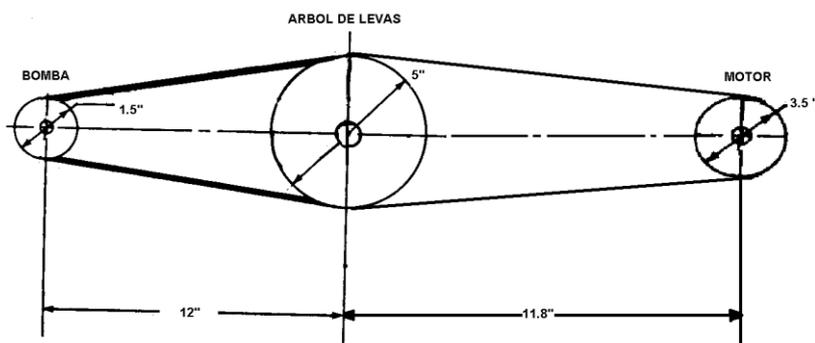

FIGURA 5.11 POLEAS Y BANDAS
- El accionamiento de la bomba y el eje de levas es a través de poleas y bandas de tensión por lo que el motor es montado sobre rieles tensores o sobre una base desplazable, para poder ajustar la tensión y retensar la banda cuando sea necesario. Si la correa queda excesivamente tensionada, se pueden producir daños en los rodamientos (figura 5.11).